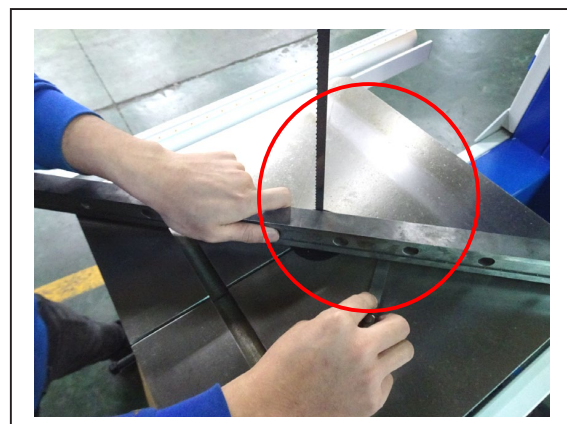

Abbildung 2
3. Beim Einstellen des Tisches kann die Tischkante etwa 0,4 mm höher sein als die mittlere Position. Die Kante kann nicht tiefer als der mittlere Teil des Tisches sein. (siehe Abbildung 2 & 3)